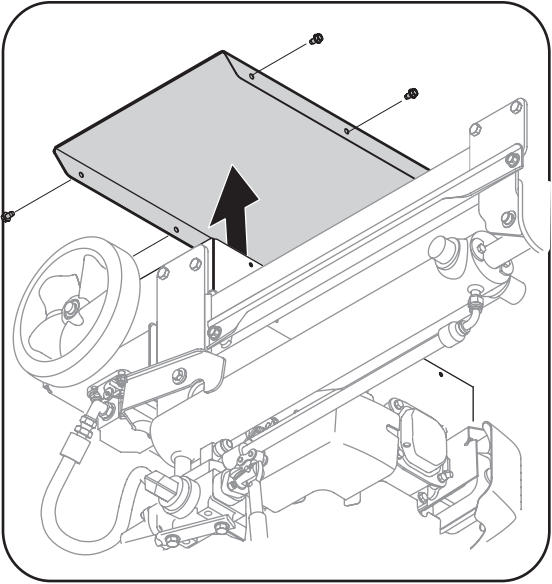

Figure 5-1
1. Placez la fenduse en position de transport sur une surface plane, comme à la Figure 5-1.
4. Démontez la courroie en retirant les six vis autotaraudeuses qui la maintiennent sur le châssis. Voir la Figure 5-1.